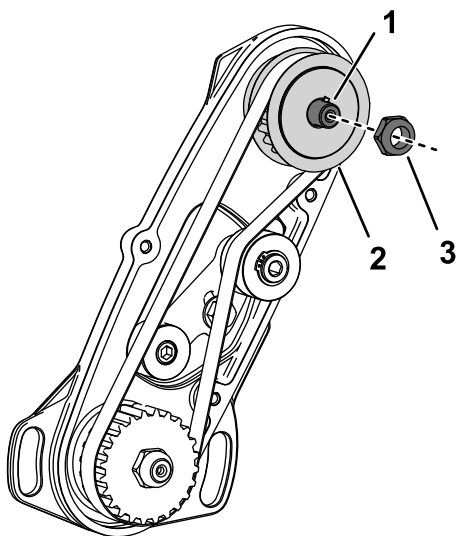

Figure 7
3. Tout immobilisant la poulie d'entraînement, retirez l'écrou de l'arbre d'entraînement du cylindre (Figure 7).